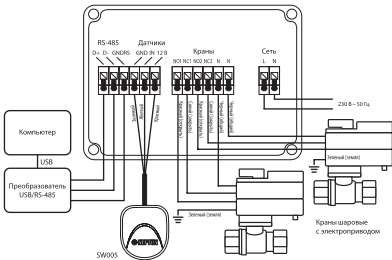

Рис. 3. Схема подключения датчиков контроля протечки и кранов шаровых с электроприводом к модулю управления
2. Выполните соединение проводов в соответствии со схемой подключения, в зависимости от того, какие краны с электроприводом вы используете (рис. 3)